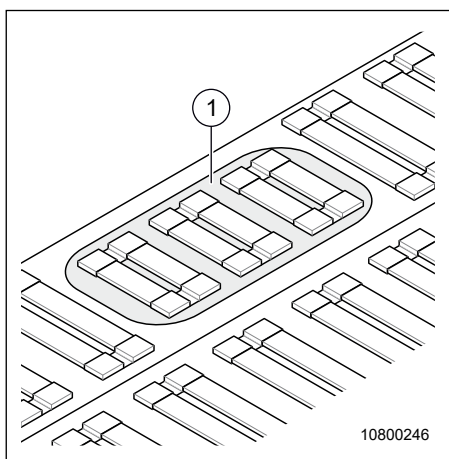

Fig. 58 Servicelucka färskvattentank
2. Öppna serviceluckan (Fig. 58, pos. 1).
6. Stäng serviceluckan (Fig. 58, pos. 1).